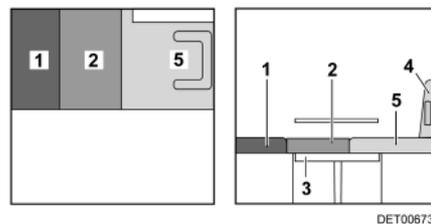

Fig. 50 Después de la transformación
- Deslizar hacia adelante el cojín del asiento (Fig. 50,2).
- Colocar el cojín del respaldo (Fig. 50,1) entre el cojín del asiento y la pared dorsal.
- Colocar el cojín adicional (Fig. 50,5) sobre el asiento del conductor.
- De ser necesario, volver a empujar el asiento del conductor (Fig. 50,4) hacia atrás.